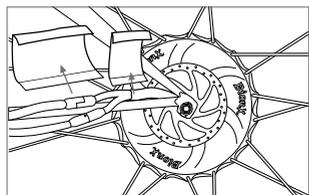

Fig. 1
- Retirer les protecteurs de néoprène (fig. 1)